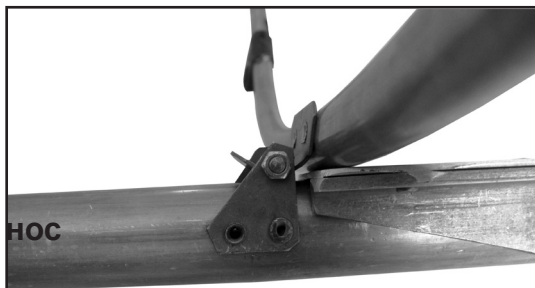

Рис. 8. Установка шпангоута 2
12. Взять шпангоут №2 и установить его так, чтобы он запирал замок кильсона (см рисунок 8) и закрепить на привальниках.